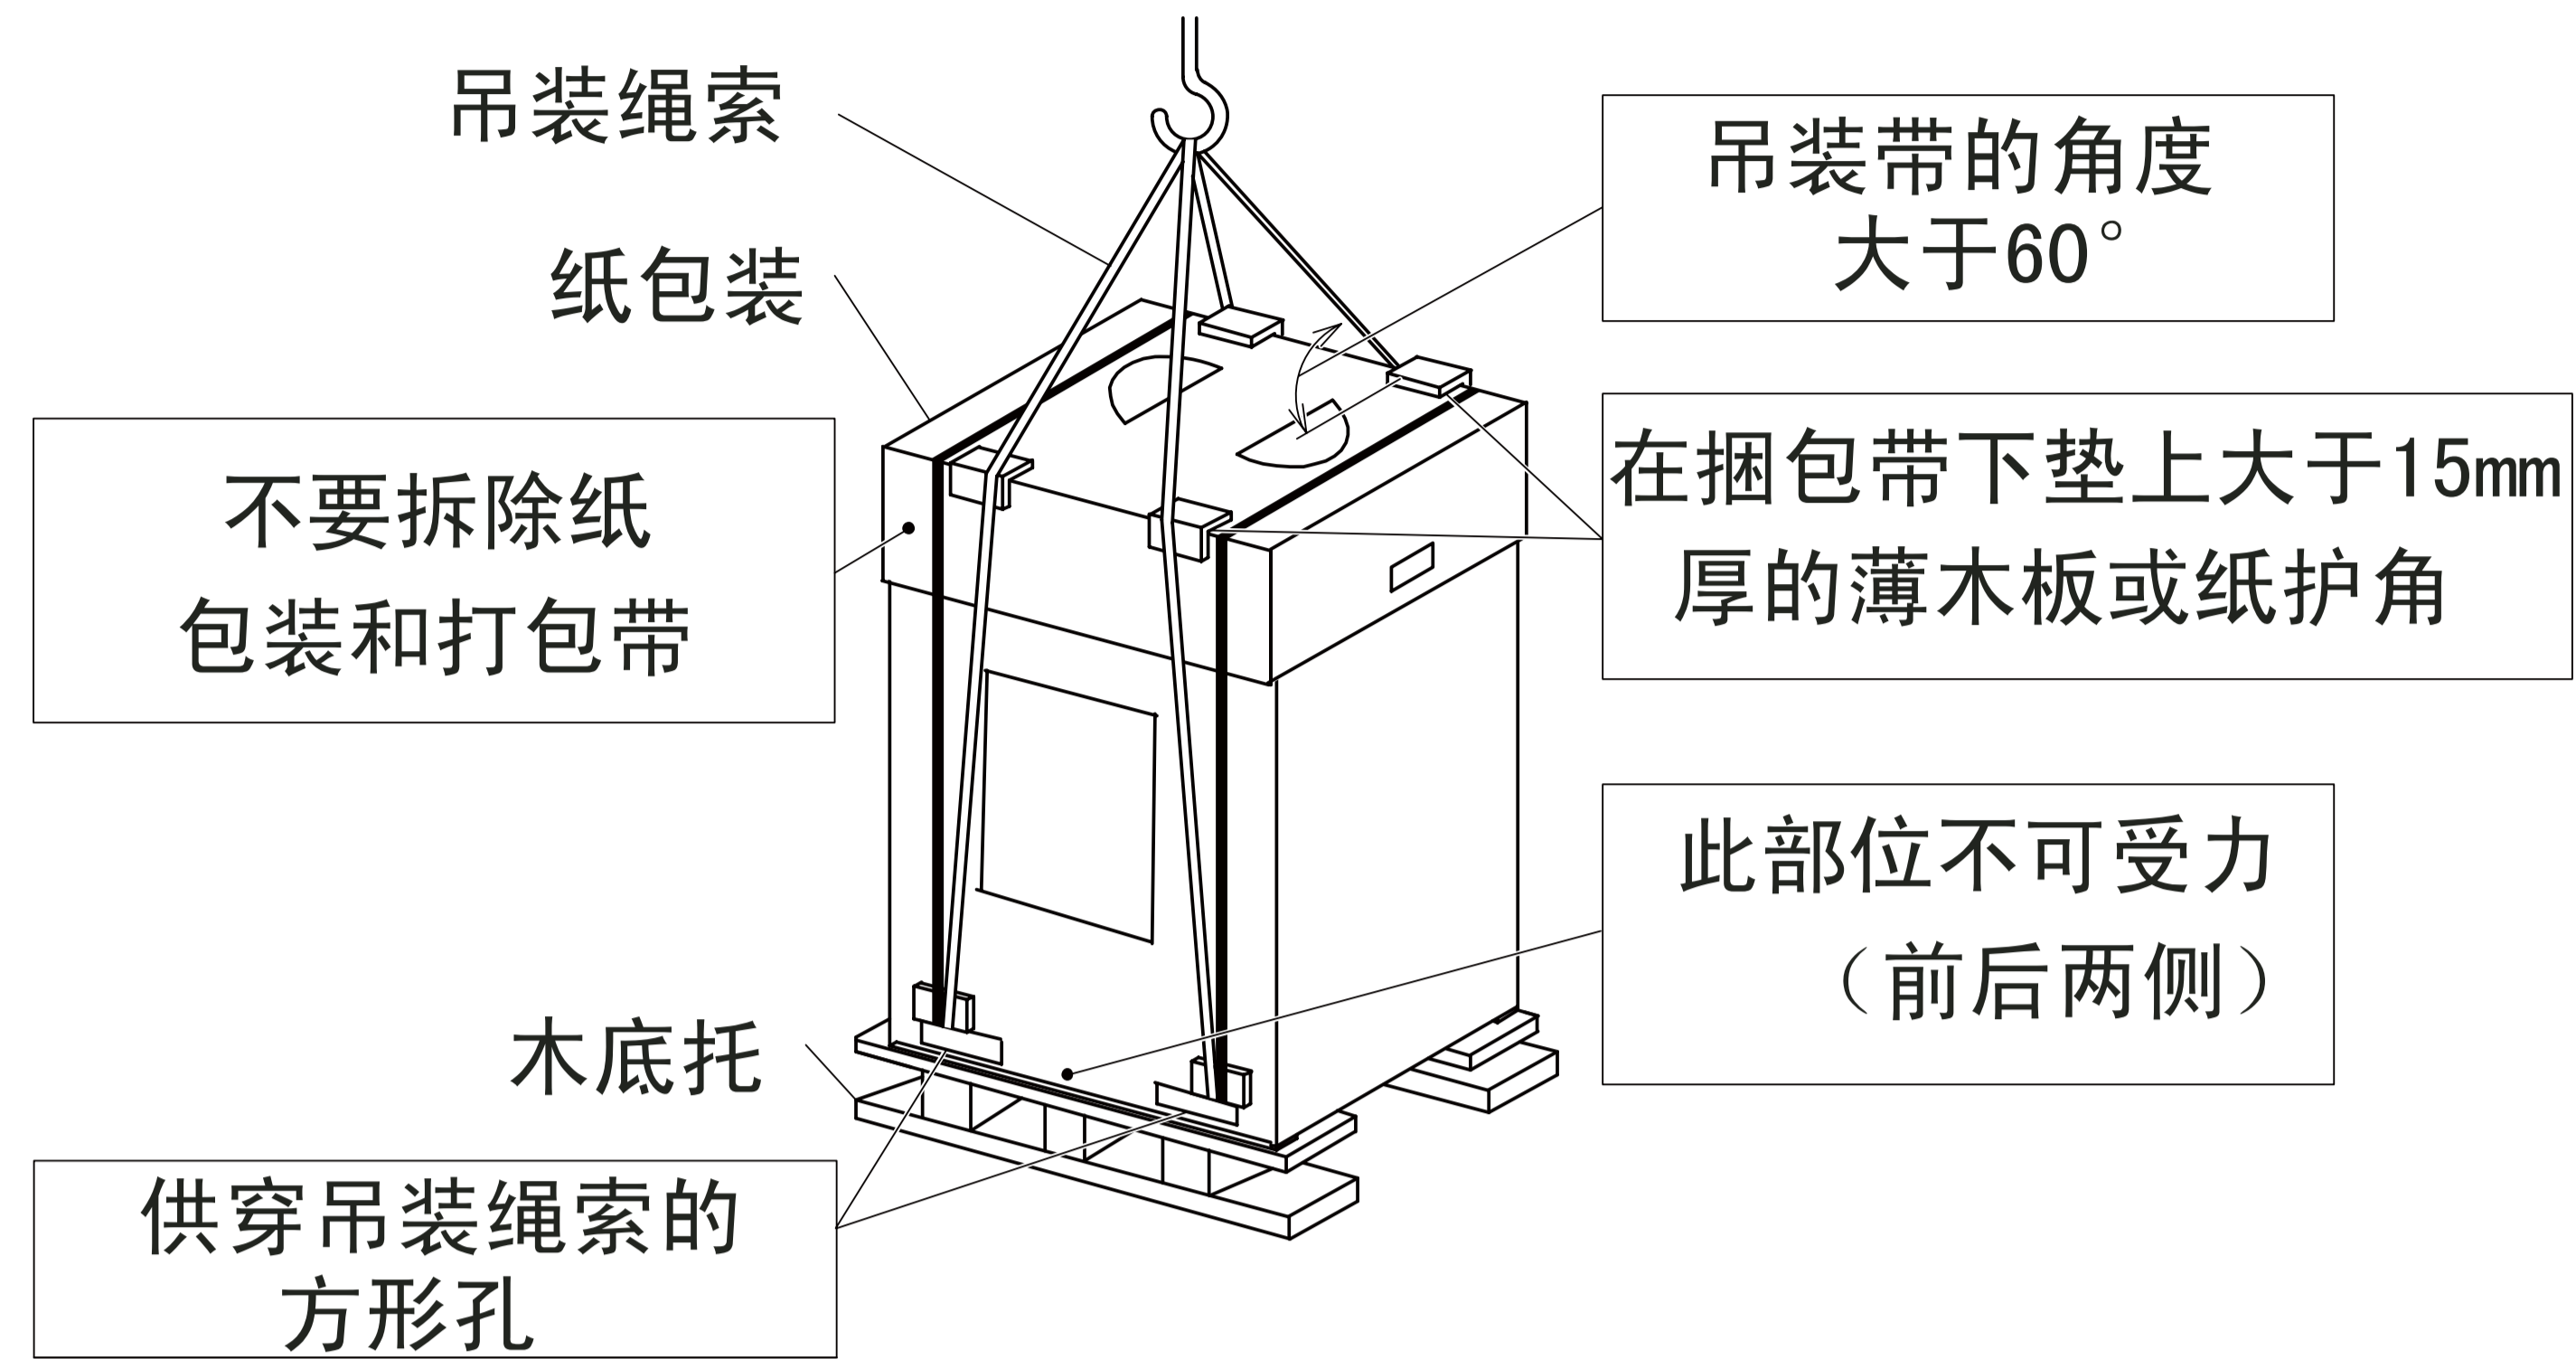

图4.1 吊装指示图
(1) 严禁拆除任何包装填充材料。
(2) 如图4.1所显示，在用2根钢丝绳的捆包的情况下吊装机器。